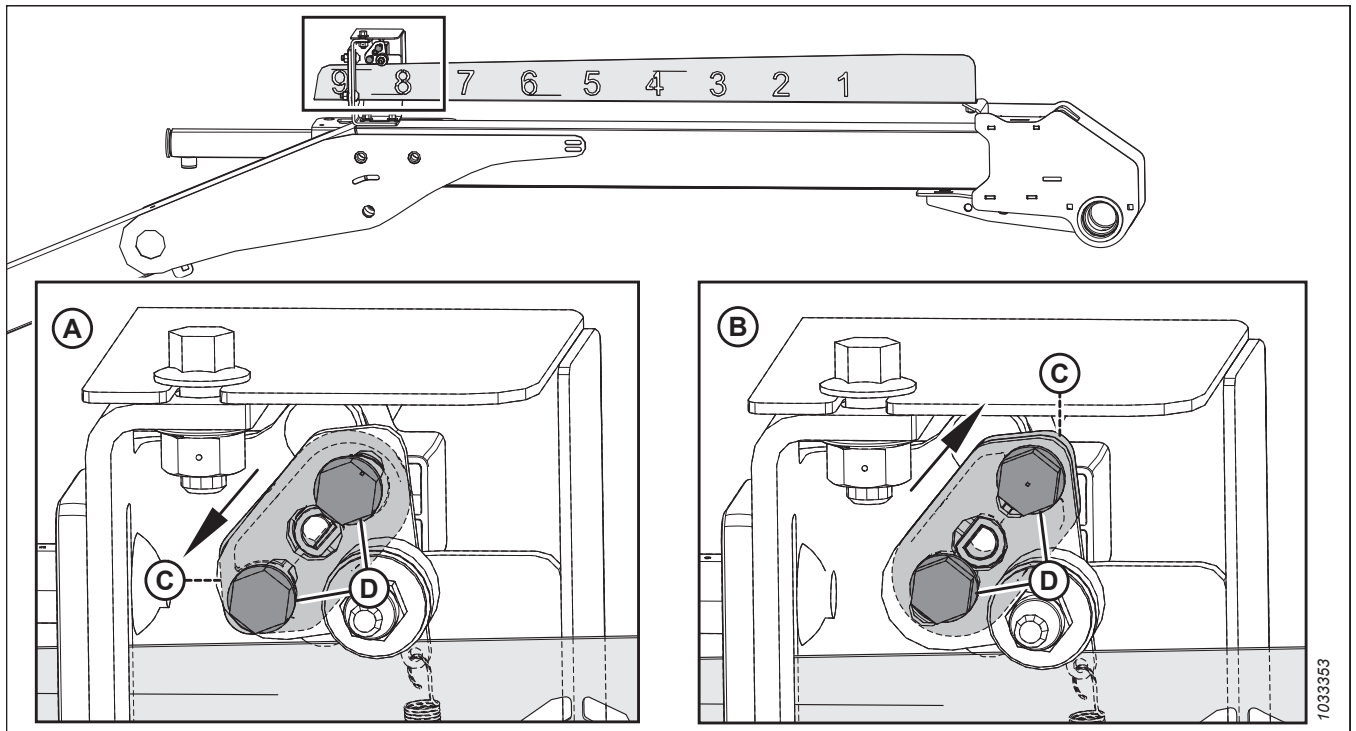

Figure 10.5: Configurations du bras de capteur
3. Contrôlez l'orientation du bras du capteur (C) et du matériel (D). Assurez-vous que le bras du capteur est correctement configuré pour votre machine ; consultez la figure 10.5, page 525.